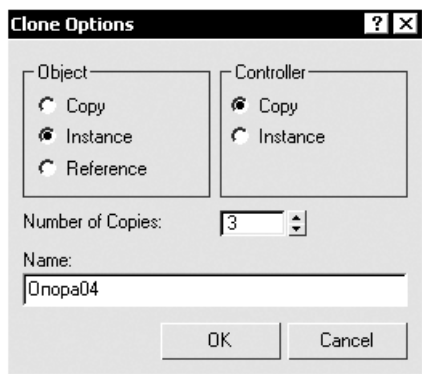

Рис. 4.19
1. Выделить колесную опору и переместить ее, удерживая нажатой клавишу Shift. Откроется окно Clone Options (Режимы клонирования) (рис. 4.19).